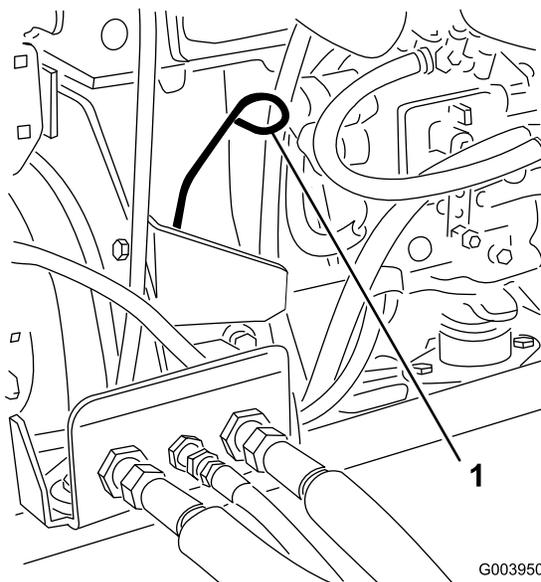

Figura 33
3. Togliete l'asta di livello, asciugatela e reinsertetela (Figura 33).